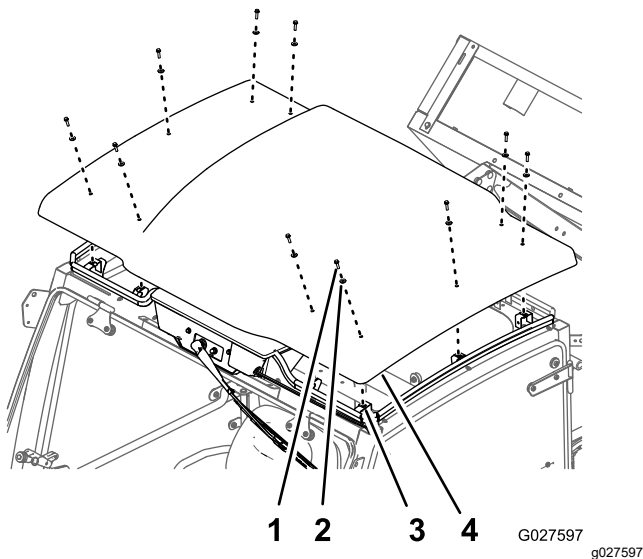

Figura 13
1. Retire os 10 parafusos (1/4 x 1 pol.) e 10 anilhas de vedação (1/4 pol.) que prendem o painel do teto aos suportes de apoio do teto da cabina (Figura 13).